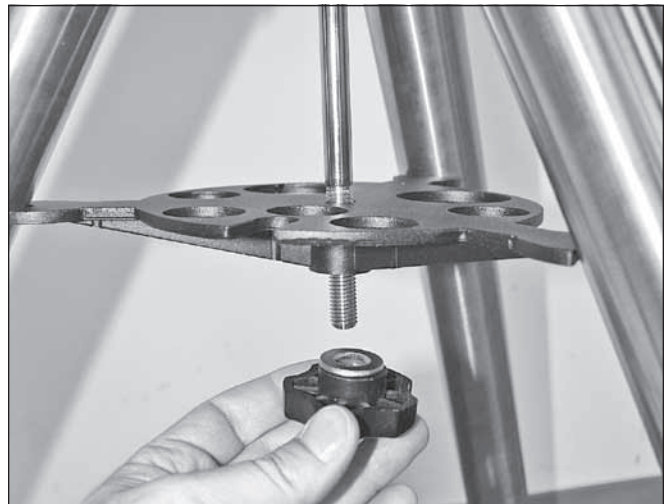

Abbildung 3. Anbringen des Stativbeinspreizers, der auch als Okularhalter/ Zubehörablage fungiert.
1. Entfernen Sie den Drehgriff und die Unterlegscheibe vom unteren Ende der Haltestange. Schieben Sie die Zubehörhalterung von unten so weit auf die Haltestange, dass die drei Arme an den Stativbeinen anliegen. Die flache Seite der Zubehörhalterung muss nach oben weisen. Stellen Sie sicher, dass die Aussparung an jedem der drei Arme an einem Stativbein anliegt. Schieben Sie nun zuerst die Unterlegscheibe von unten auf die Haltestange und gegen die Zubehörhalterung, und schrauben Sie dann den Drehgriff ebenso bis zum Anschlag auf die Stange, sodass er die Zubehörhalterung sichert (**Abbildung 3**). Die Zubehörhalterung stabilisiert das Stativ zusätzlich und kann fünf 1,25"-Okulare (32 mm) und zwei 2"-Okulare (51 mm) aufnehmen.